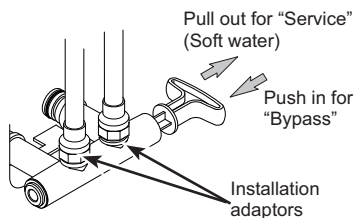
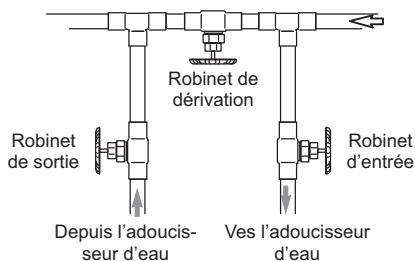
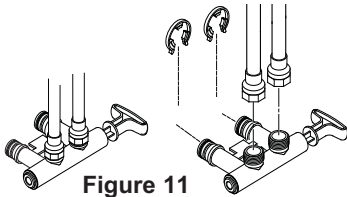

Figure 4
Figure 5
Figure 11
Installez toujours soit un robinet de dérivation simple (inclus, Figure 4), soit des pièces pour monter un système de dérivation à trois robinets (non incluses) offertes dans le commerce (Figure 5). Les robinets de dérivation vous permettent de fermer l'eau à l'adoucisseur pour l'entretien, si nécessaire, tout en maintenant la disponibilité de l'eau dans la maison. Le diamètre des raccords de tuyau doit être de 1/2 po au minimum.
Si vous installez un système de dérivation à trois robinets (Figure 5), la continuité électrique sera maintenue. Si vous installez un robinet de dérivation non métallique (Figure 11), veuillez vous reporter à la section Installation du fil de terre avant de couper le tuyau.
2. Placez le(s) robinet(s) de dérivation (simple ou à 3 robinets) dans la position de dérivation (bypass). Voir les Figures 4 et 5.
- Dérivation à 3 robinets (Figure 5) : Fermez complètement le robinet de dérivation et ouvrez le robinet de sortie. Ouvrez lentement le robinet d'entrée, en arrêtant plusieurs fois pour permettre à l'adoucisseur de se remplir d'eau.